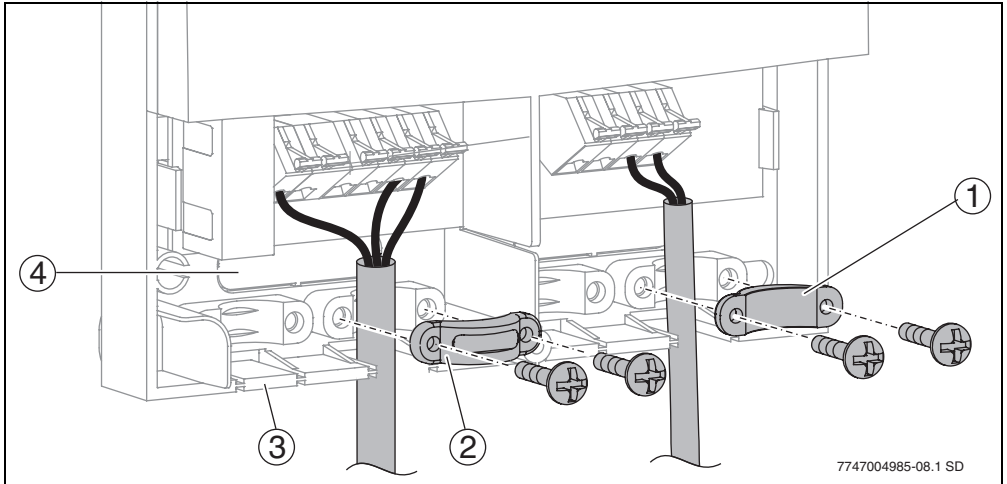

Fig. 11 Passagem e fixação dos cabos
De acordo com a situação de instalação, os cabos podem ser passados por trás (→ Fig. 11, pos. 4) ou por baixo (→ Fig. 11, pos. 3) para a caixa.
- ▶ Retirar a passagem de cabos (→ Fig. 11) com uma faca, para que não restem arestas afiadas.
- ▶ Segurar o cabo com o respectivo dispositivo anti-tracção (→ Fig. 11, pos. 2). O dispositivo anti-tracção também pode ser instalado de forma rotativa (→ Fig. 11, pos.1).